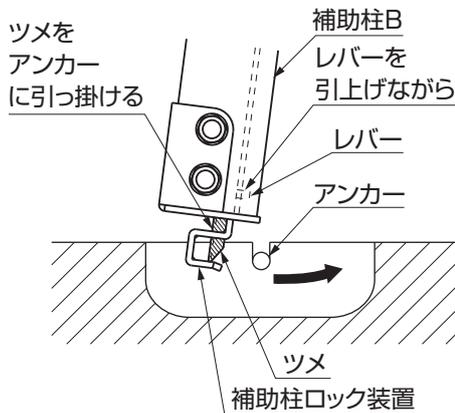

図7-6
②レバーを引き上げながらツメをアンカーに引っ掛けて固定してください。(図7-6参照)